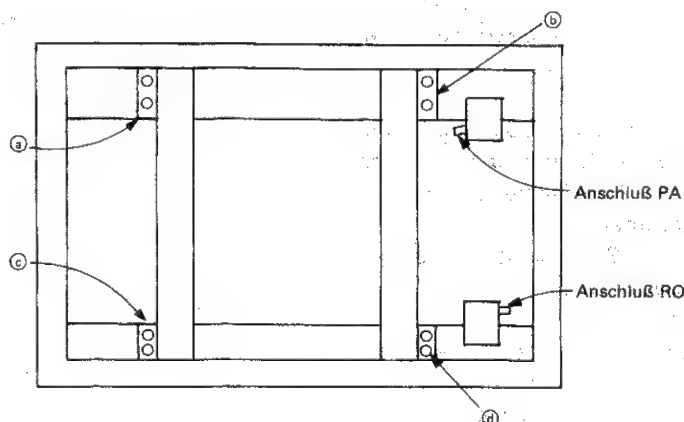
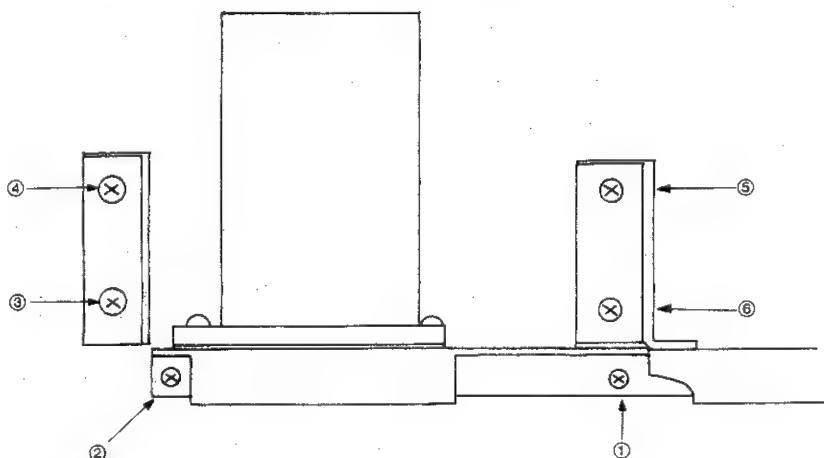

Abbildung 33 Drehmechanismuseinheit mit entfernter Rückwand
Abbildung 34 Rückansicht der Drehmechanismuseinheit (auf der rechten Seite)
- (4) Den Relaisanschluß trennen, der zum Anschließen der Plungerleitungen zwischen den Drehmechanismuseinheiten (rechts und links) und der Hauptleiterplatte verwendet wird, dann die Anschlüsse RE und FF trennen, die zum Anschließen der Motorleitungen an die Hauptleiterplatte dienen. Außerdem die Leitungen von den Leitungshaltern entfernen und diese in der Nähe der rechten und/oder linken Drehmechanismuseinheit lassen.
- (5) Die acht Schrauben entfernen, je zwei an den Stellen a), b), c) und d), wie aus Abbildung 33 ersichtlich ist.
- (6) Die Schrauben abschrauben, die zum provisorischen Befestigen der Schreibblathtafel verwendet worden sind, und die Schreibblathtafel vom Hauptkörper abnehmen. Dabei darauf achten, daß sich die Leitungen der Drehmechanismuseinheit nicht zwischen Hauptkörper und Schreibblathtafel verfangen.
- (7) Die in Abb. 34 gezeigten Schrauben ①, ②, ③, ④, ⑤ und ⑥ von der Drehmechanismuseinheit (auf der rechten Seite) abschrauben, und die Drehmechanismuseinheit von der Schreibblat tafel abnehmen. Die linke Drehmechanismuseinheit kann auf die gleiche Weise entfernt werden.
- (1) Unter Bezugnahme auf die Einbauzeichnung der Drehmechanismuseinheit in Abbildung 34 die Schraubenlöcher der Drehmechanismuseinheit auf diejenigen der Schreibblat tafel ausrichten. Dann die Schraube ① provisorisch einschrauben; diese Schraube dient als Bezugsschraube zum Bestimmen der Genauigkeit der Drehmechanismuseinheit.
- (2) Ebenfalls unter Bezugnahme auf Abbildung 34 die Schraube ② provisorisch einschrauben, die Zum Bestimmen der Genauigkeit in vertikaler Richtung dient, und die Schraube ① fest anziehen. Dann die Schraube ② fest anziehen, und die Schrauben ③, ④, ⑤ und ⑥ in dieser Reihenfolge einschrauben.
- (3) Die Linke Drehmechanismuseinheit wird auf die gleiche Weise eingebaut.
- (4) Die Schreibblat tafel mit befestigter Drehmechanismuseinheit am Hauptkörper anbringen und diese mit den beiden Schrauben in der Mitte der Tafel am oberen und unteren Teil provisorisch befestigen. (Dabei darauf achten, daß sich die Leitungen der Drehmechanismuseinheit nicht zwischen Drehmechanismusplatte und Hauptkörper verfangen.)
- (5) Unter Bezugnahme auf Abb. 33 die Schrauben an den Stellen ①, ②, ③ und ④ einschrauben.
- (6) Die Plungerleitung (von der Drehmechanismuseinheit kommend) an den Relaisanschluß und die Leitungen (vom Motor kommend) an die Anschlüsse RE und FF an der Hauptleiterplatte anschließen. Die Leitungen mit Hilfe der Leitungshalter richtig verlegen.
- (7) Die beiden Schrauben abschrauben, mit denen die Schreibblat tafel provisorisch befestigt worden ist, und das Schreibblatt gemäß der Anweisung im Abschnitt "Anbringen des Schreibblattes" an der Tafel anbringen.
- (8) Rückwand, Drucker, Papierführung und Papiertrog in dieser Reihenfolge am Hauptkörper anbringen. Damit ist das Auswechseln der Drehmechanismuseinheit beendet.